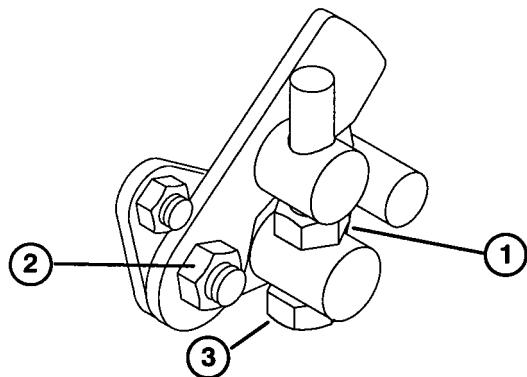

図42
1. トラニオン・キャップスクリュのジャムナットをゆるめる(図42)。